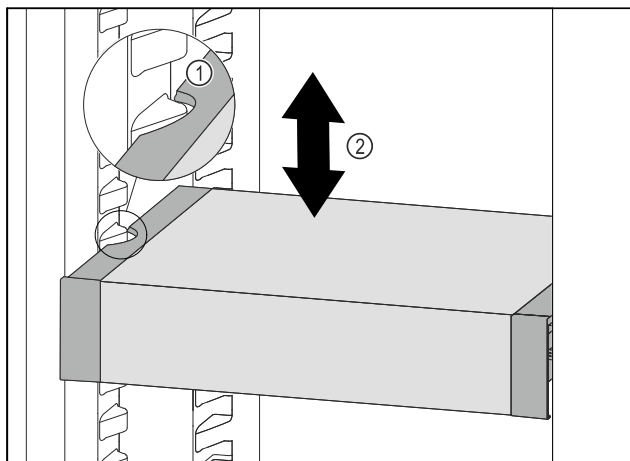

Fig. 63
- ▶ Изтеглете VarioSafe напред, докато страничните прорези на VarioSafe се намират на височината на реброто на съда в хладилната част. Fig. 63 (1)
- ▶ Преместете VarioSafe нагоре или надолу в хладилната част, докато се достигне желаната височина. Fig. 63 (2)